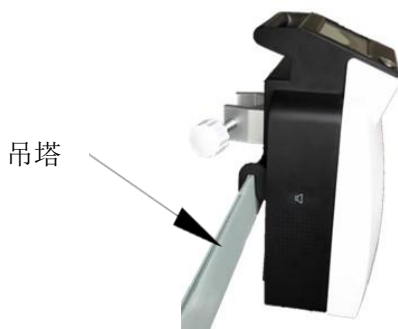

图 1： 安装方式：挂在吊塔上
2. 安装恒温器：将恒温器挂在吊塔上，如图 1；或者调整拧紧手轮（适用 10~44mm 的管径），装夹在输液架上，如图 2。（拧紧手轮为我公司选配产品，如您需要，可联系我公司）